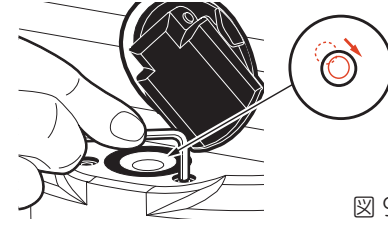

図 9
2. あとの半分を六角レンチを使い、円形気泡管調整ネジを回して気泡管中央の円の中心に気泡を入れます。(図9)